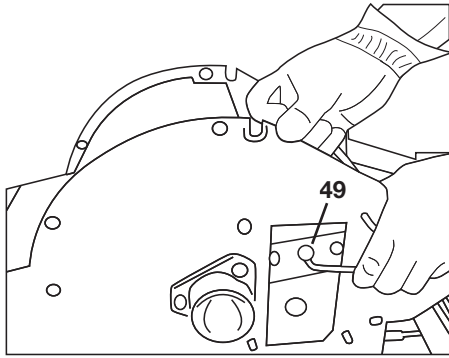

Bild 45
- Lösen Sie die beiden Senkschrauben (49) (SW 5) am Gegenmesser und nehmen Sie das Messer ab (siehe „Bild 45“).